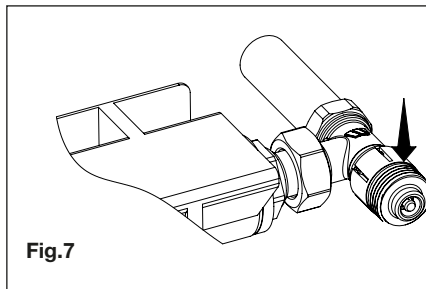

Fig.7
- Desmonte el casquillo a presión desenganchando los dientes (Fig.7);